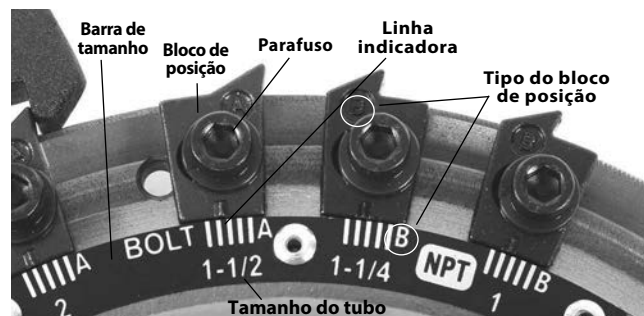

Figura 15 - Ajustar o tamanho da rosca
6. Certifique-se sempre de que o tipo do bloco de posição corresponde (Figura 15).